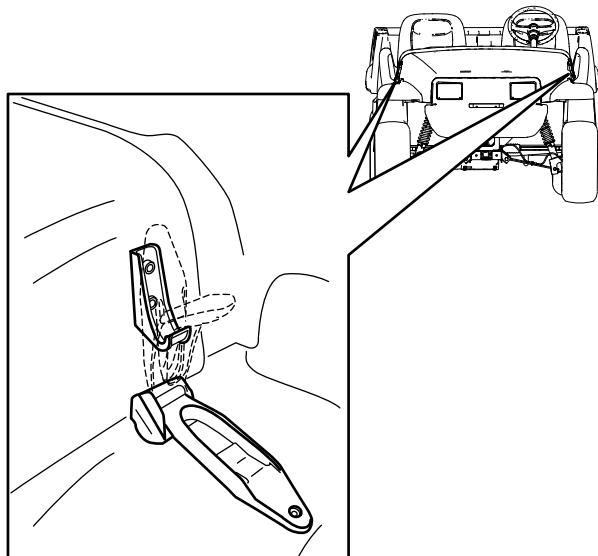

Figura 21
1. Eleve a pega dos trincos de borracha de cada lado do capot (Figura 21).
2. Segure no capot alinhando os trincos de borracha com as âncoras do trinco em cada lado do capot (Figura 21).